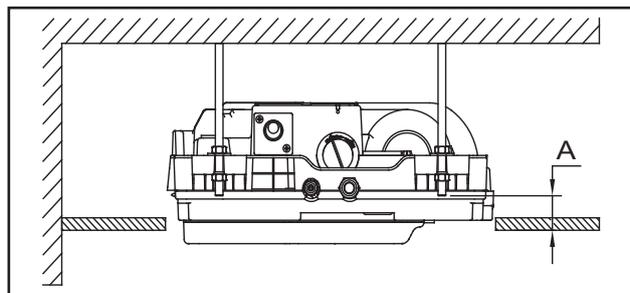

FIG. 15
- A diferença entre o nível da extremidade da haste de suspensão e a base do teto deverá ser de 30mm a 40mm ("A" - Fig. 15).